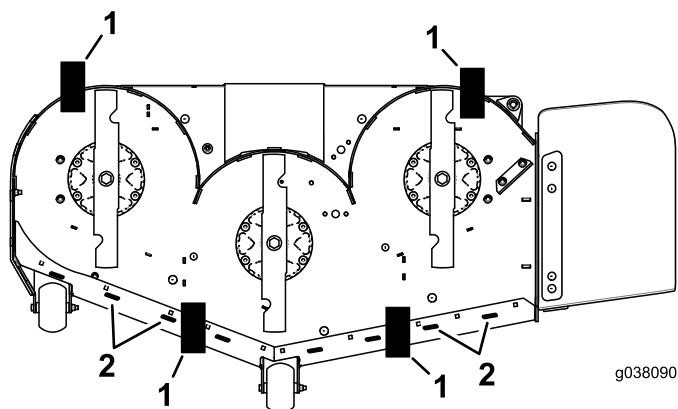

Figure 87
11. Placez une cale (voir le Tableau de hauteur de cale et d'inclinaison) sous le bord arrière de la jupe du plateau de coupe de chaque côté du plateau de coupe (Figure 87).